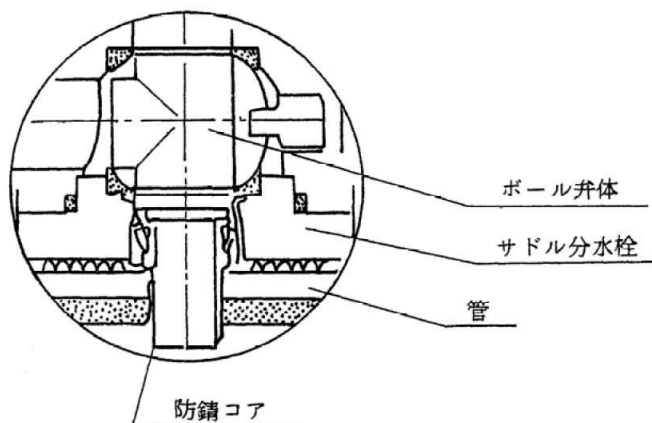

図 3.8.6 防食コアの施工（サドル分水栓）
① サドル分水栓
- イ) 施工の標準は、図 3.8.6のとおりとする。